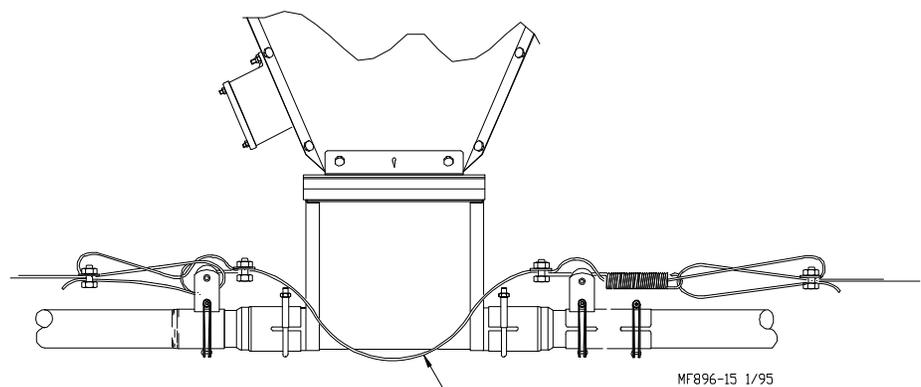

Figura 46. (Vista lateral)
13. Instalar el alambre de alto voltaje desde el aislador en un lado de la bota hasta el aislador en el otro lado. Ver la **Figura 46**.